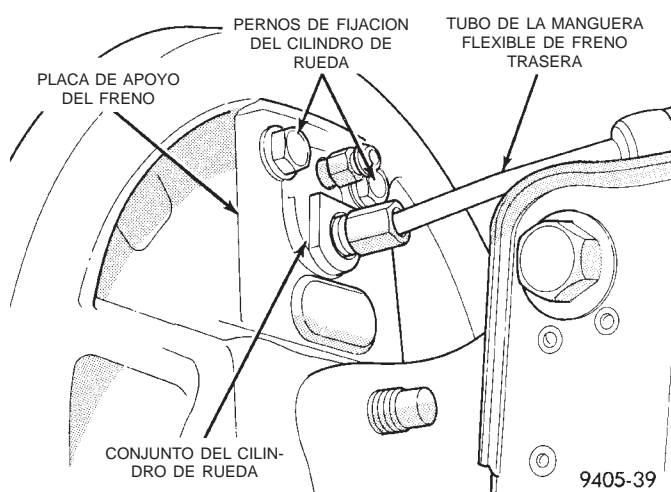

Fig. 96 Manguera flexible de freno en el cilindro de rueda
(1) Eleve el vehículo sobre gatos fijos o céntralo sobre un elevador. Consulte el procedimiento de elevación necesario para este vehículo en Elevación de la sección de Lubricación y mantenimiento de este manual de servicio.
(2) Retire del vehículo el conjunto de rueda y neumático.
(3) Retire el tambor de freno trasero.
(4) Retire los conjuntos de zapatas de freno traseras de la placa de apoyo del freno. Para informarse sobre el procedimiento correcto de desmontaje de la zapata de freno, consulte Zapatas de freno traseras en la sección Desmontaje e instalación de este grupo del manual de servicio.
(5) Si las zapatas de freno estuvieran húmedas de grasa o líquido de frenos, retírelas y reemplácelas.
(6) Desconecte la manguera flexible de freno trasera del cilindro de rueda (Fig. 96).
(7) Retire los pernos de fijación del cilindro de rueda trasera (Fig. 96).